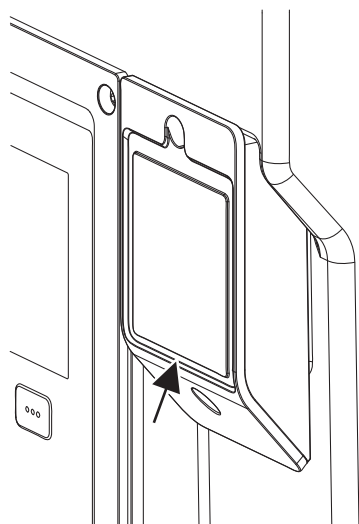

Fig. 28: Tampa para o módulo Wilo-Smart Connect BT
1. Desapertar o parafuso da tampa do módulo Wilo-Smart Connect (Fig. 28) e abrir a tampa.
Devido à sua construção, o módulo Wilo-Smart Connect BT só pode ser ligado com um alinhamento. Não há mais nenhuma fixação do módulo em si. A tampa do módulo Wilo-Smart Connect (Fig. 28) na parte superior do módulo eletrónico mantém o módulo firme na interface.